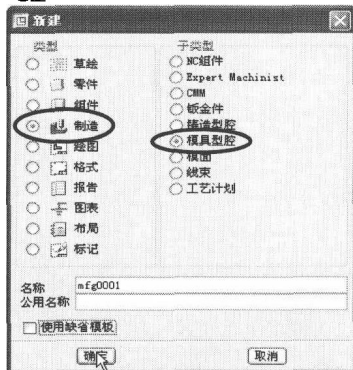

图 1-1 【新建】对话框
2) 在该对话框的【类型】栏中选择【制造】单选按钮，在【子类型】栏中选择【模具型腔】单选按钮，在【名称】文本框中输入文件名称或采用系统默认的名称，并且取消选择【使用缺省模板】复选框（见图 1-1），然后单击【确定】按钮。